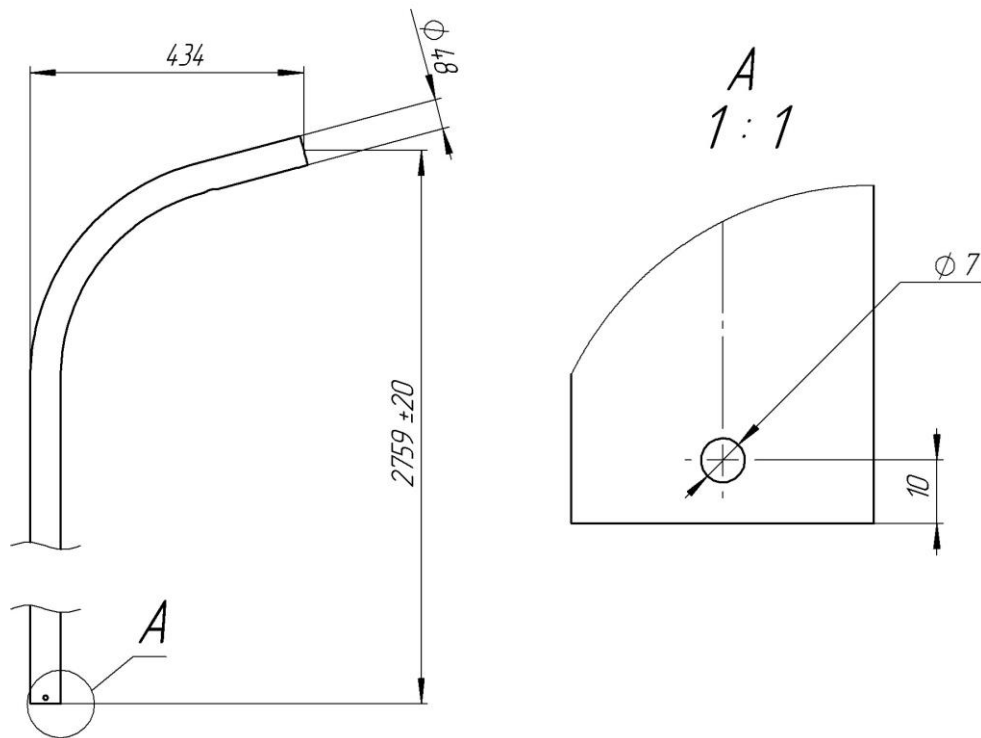

Рис. 1. Опора КУ
3.1. Опора КУ выполнена из гнутой стальной трубы 48x3 ГОСТ 10704-91 с антикоррозионным покрытием и порошковой краской цвета RAL9006 (Бело-алюминиевый). Масса **Опоры КУ** 9,9 кг. В нижней части КУ предусмотрено отверстие диаметром 7мм для подключения заземляющего контакта. Размеры представлены на рис.1.